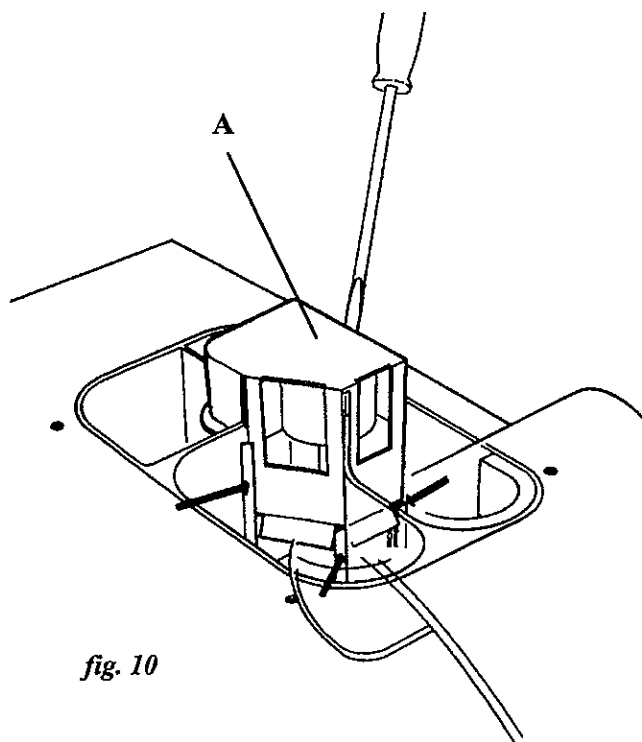

fig. 10
- Open the dispenser cover and remove the top cover (A), refer to **figure 10**, noting its location to correctly re-assemble.
- Re-assemble the dispenser top, ensuring that it is correctly placed; refer to points indicated with arrows. (**fig. 10**).
- Volver a montar la parte superior del dosificador. Prestar atención a su correcta colocación; ver puntos marcados por flechas. (**fig. 10**).
- Ouvrir le couvercle du bac de distribution et démonter la partie supérieure (A) suivant la **figure 10**. Prendre note de son emplacement pour le remonter correctement.
- Monter la partie supérieure du bac de distribution. Attention à son emplacement correct; voir points signalés par flèches. (**fig. 10**).